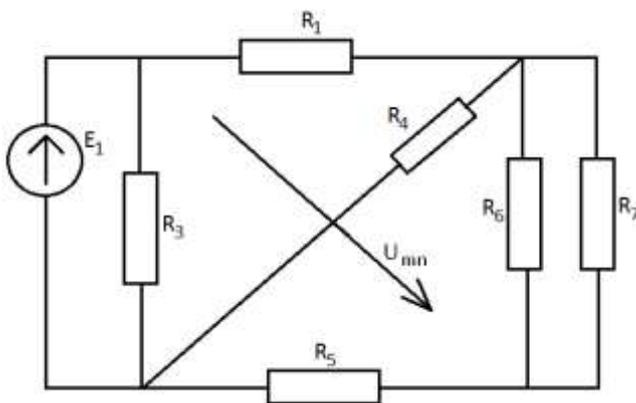

Рис. 162
1.5.1. Удаляем из схемы ветвь с искомым током (см. рис.162)